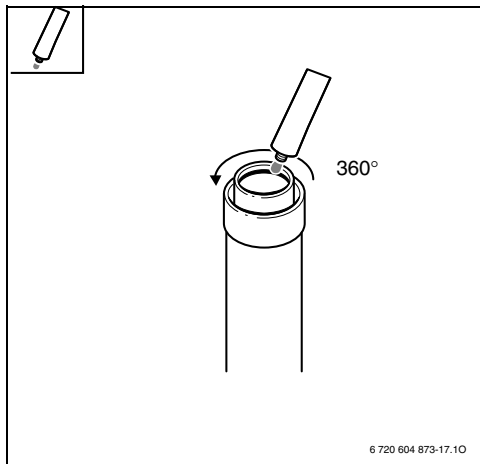

Fig. 29
► Aplicar un poco de grasa exenta de solventes (por ej. vaselina) en el vedante/junta del lado del escape (Fig. 29).